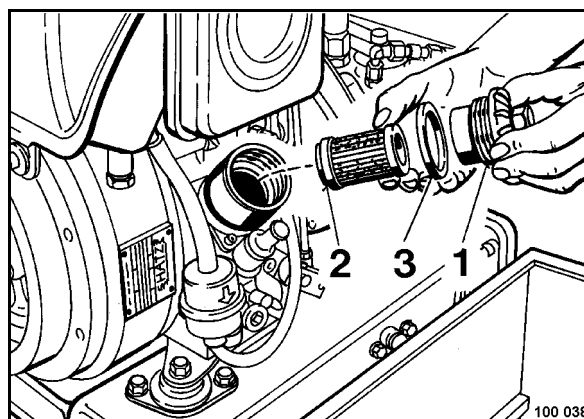

Fig. 61
- Desenroscar y limpiar la tapa del filtro de aceite (1) (Fig. 61).
- Introducir el nuevo filtro con el collar (2) hacia abajo.
- Comprobar la junta anular (3) en la tapa del filtro de aceite y reemplazarla, si fuese necesario.
- Enroscar la tapa del filtro de aire (1) fijamente.